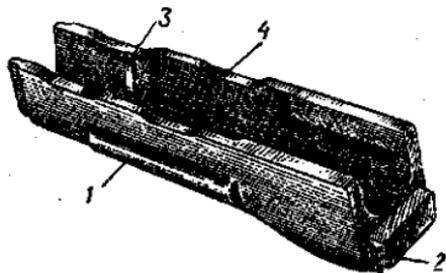

Рис. 36. Цефье:
21. Цефье (рис. 36) служит для удобства действия и для предохранения рук автомат-